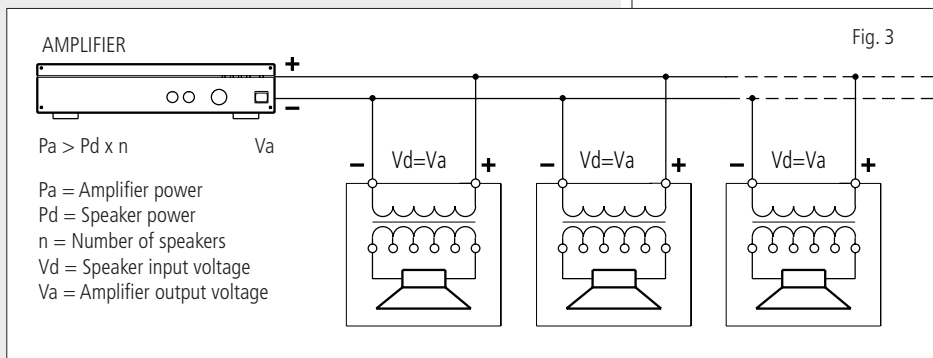

Fig. 3
4. When making the connections, keep the following indications in mind (Fig. 3, constant voltage).
4. Effettuare le connessioni tenendo in considerazione le seguenti indicazioni (fig.3, tensione costante).